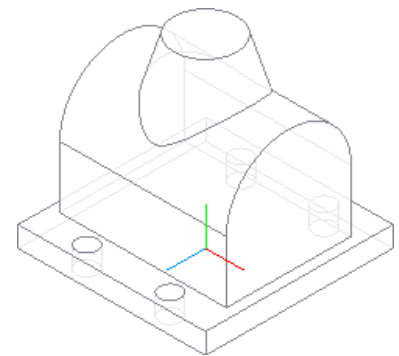

Рис. 7.28
6. Применяем к эскизу команду  **Приклеить вращением**. Способ построения должен быть **Сфероид**, а на вкладке **Тонкая стенка** установлен вариант **Нет**. Результат показан на рис. 7.28.